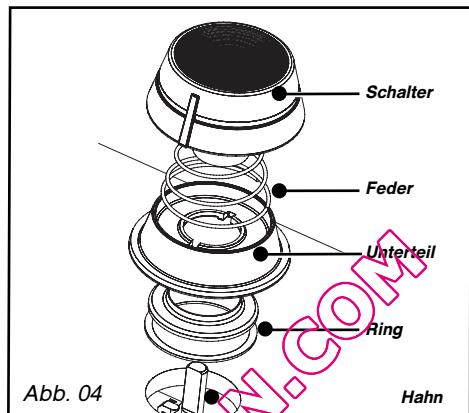

Abb. 04
- Leerlauf der Hähne einstellen:** Sie befinden sich unter den Schaltern (Abb. 04).